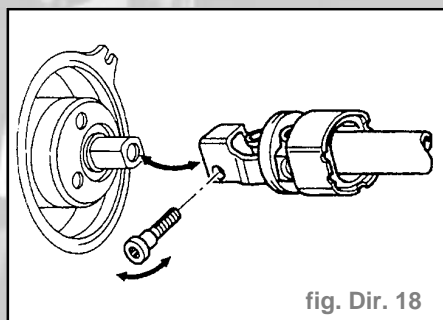

fig. Dir. 18
- Éloigner le joint de cardan en le basculant vers le bas (fig. Dir. 18).